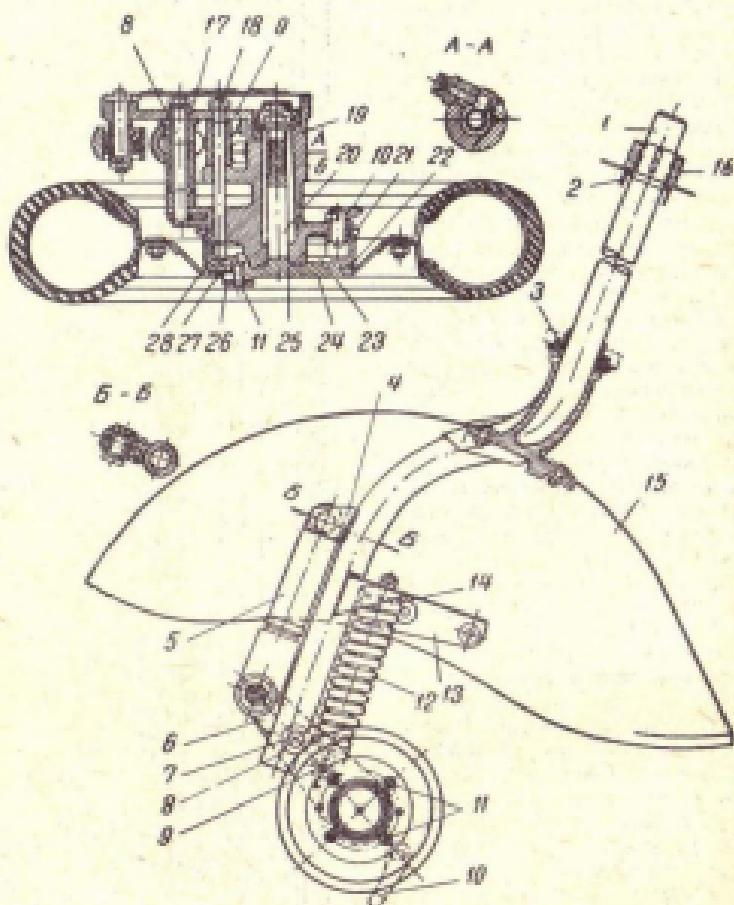

Рис. 129. Передняя вилка мотороллера „Ветка”:
Передняя вилка (рис. 129) служит для подвески и поворота переднего колеса. Состоит она из поворотной трубы 1, качающегося рычага 6, силовой пружины 12 и гидравлического амортизатора.
**Ручной тормоз** (рис. 129) — колодочного типа, действует на переднее колесо. Тормозной механизм состоит из двух колодок 27, надетых на конец оси 18 и стянутых пружиной 23. Одними концами колодки опираются на раздвижной кулачок 21, который при торможении получает привод от рычага 10 и раздвигает колодки, а последние прижимаются к тормозному барабану 22, скрепленному с колесом.